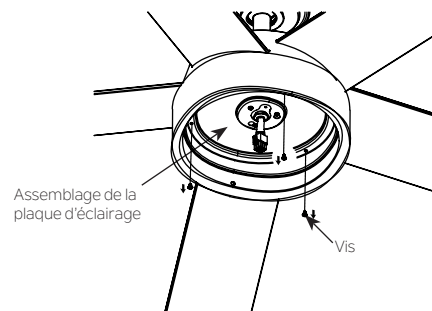

Fig. 21
Étape 1: Retirer l'une des trois vis sur la plaque d'éclairage et conserver pour une utilisation ultérieure (Fig 21).